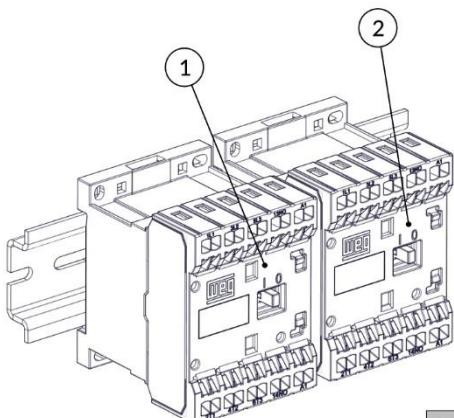

FIG. 10
- b) Inspecione todo o conjunto de comando (contatores (FIG. 10), chaves de acionamentos (FIG. 11) e chicote elétrico) e verifique se há contaminação destes componentes por agentes externos agressivos ao sistema, tipo: sabão, água, insetos, etc. Verificar também a integridade dos cabos elétricos e seus terminais elétricos. Caso haja contaminação do sistema, deve-se proceder a troca do componente degradado.